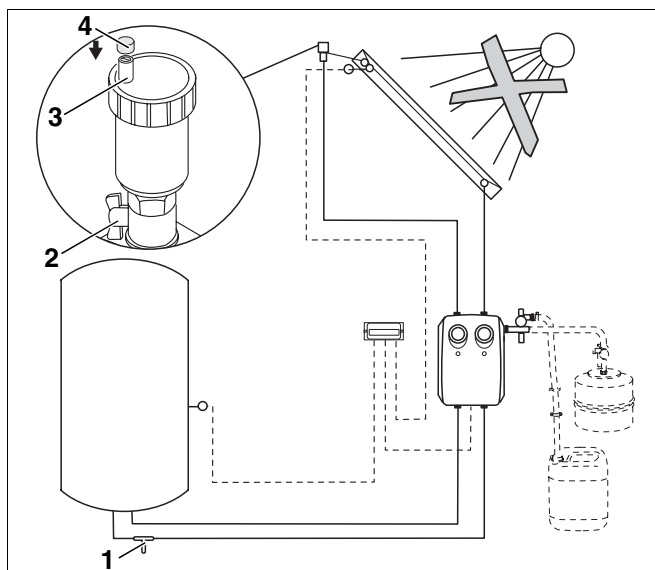

Fig. 12 Abrir o dispositivo de purga
O sistema de aquecimento por energia solar é purgado através do parafuso de bloqueio aberto (Fig. 12, **Item 3**). Para que nenhuma humidade possa entrar no dispositivo de purga através do parafuso de bloqueio aberto, a tampa protectora contra intempéries (Fig. 12, **Item 4**) deve estar sempre colocada sobre o parafuso.
- ▶ Abra o dispositivo de purga abrindo a torneira de esfera (Fig. 12, **Item 2**).
- ▶ Abra o dispositivo de purga, desenroscando o parafuso de bloqueio (Fig. 12, **Item 3**) uma volta.